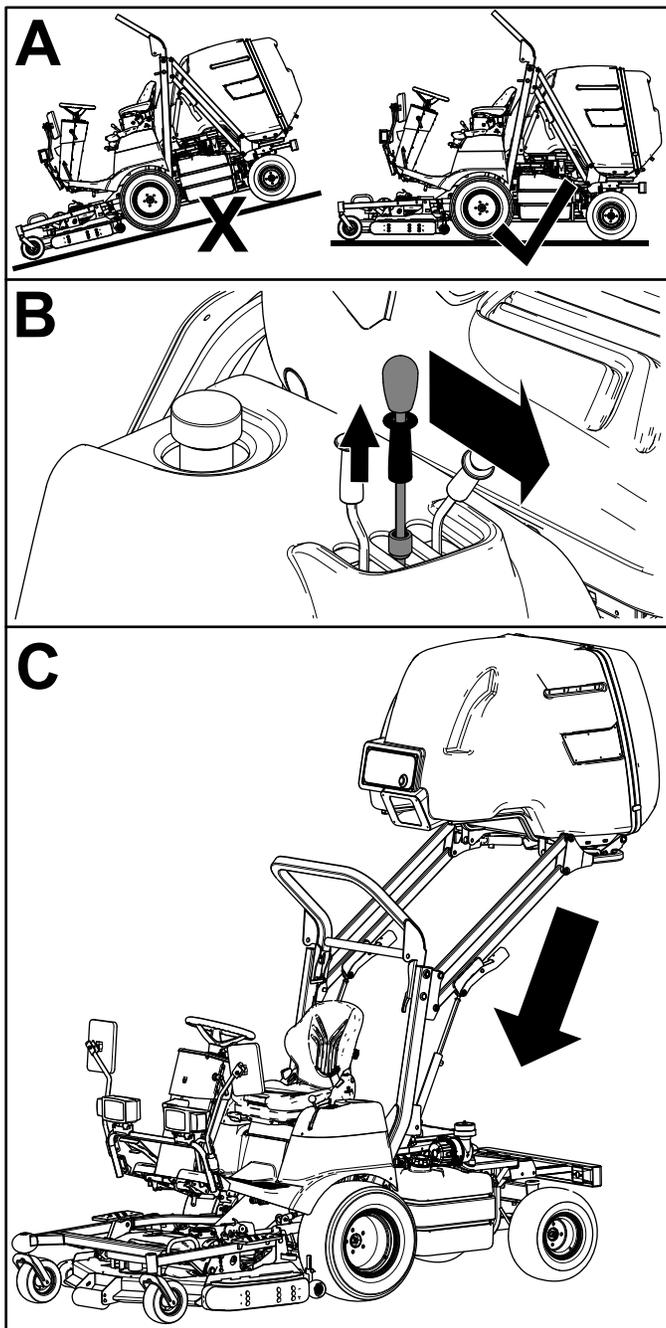

Figure 24
- Tirez sur la bague de blocage du levier de commande de la trémie et déplacez le levier complètement en avant pour abaisser la trémie (Figure 24).